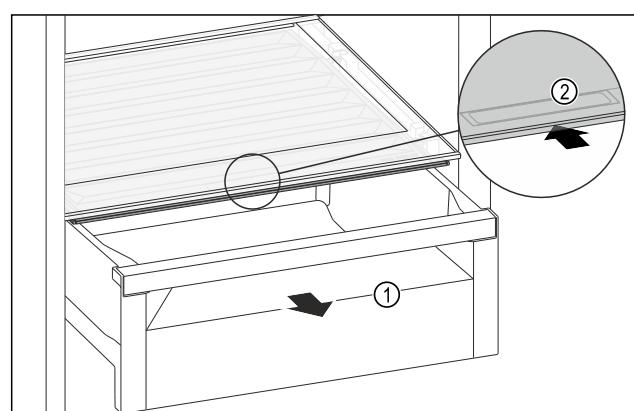

Fig. 138
- Izvucite ladicu Fig. 138 (1).
- Primitte ručku Fig. 138 (2) na poklopcu pretinca i istodobno povucite poklopac pretinca prema natrag.